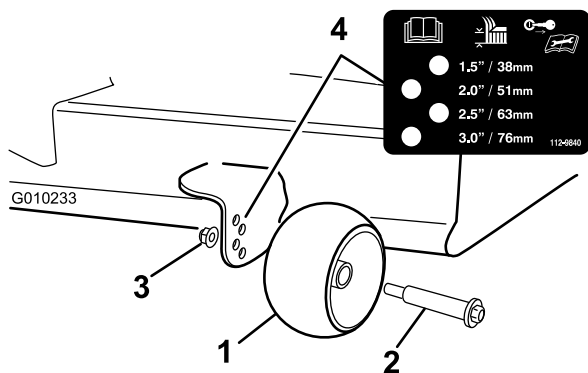

Figura 23
3. Ajuste os rolos anti-danos como se mostra na Figura 23 para corresponder à posição da altura de corte mais próxima.